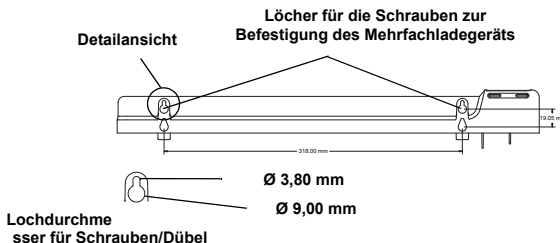

Figure 3: Teile für die Wandmontage
2. Messen Sie mithilfe der Abmessungen, die in Abbildung 3 gezeigt werden, die Bohrlöcher ab, und zeichnen Sie sie an.